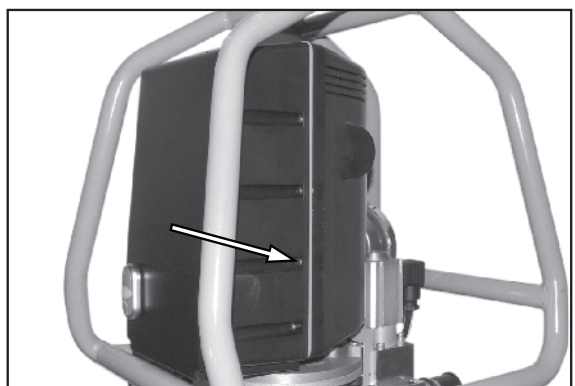

Figura 11.
2. Veja a Figura 11. Remova os 10 parafusos.